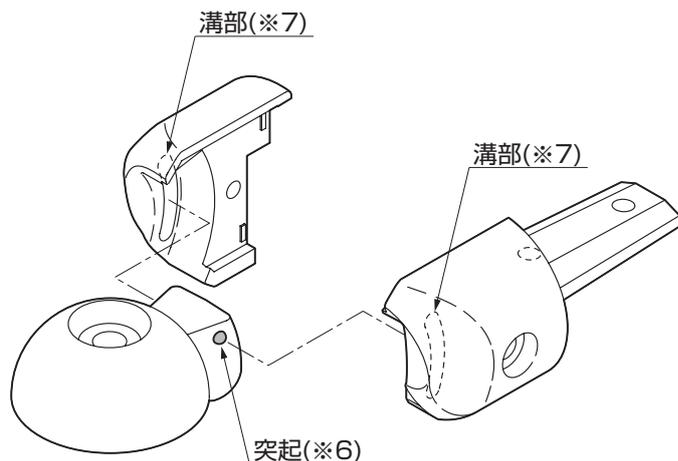
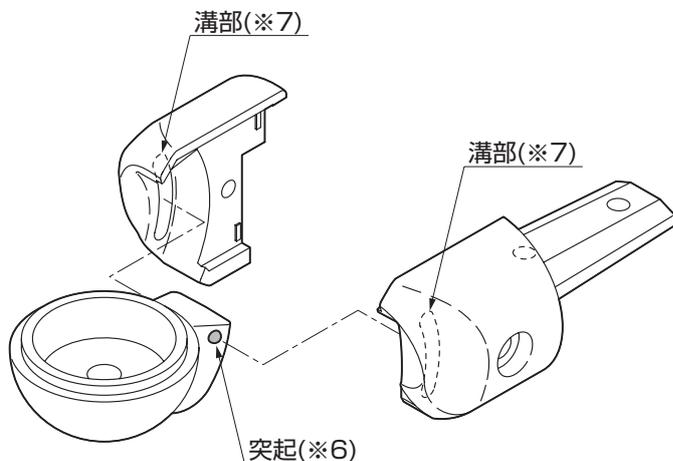

図9-3
図9-4
- 仮組みしてある三次元コーナーブラケット上、三次元コーナーブラケット下の仮組みを外して施工する場合は、突起(※6)が溝部(※7)にはまる位置で取付けてください。(図9-3、図9-4参照)
(2) 三次元コーナーブラケット下の仮組みを外した場合